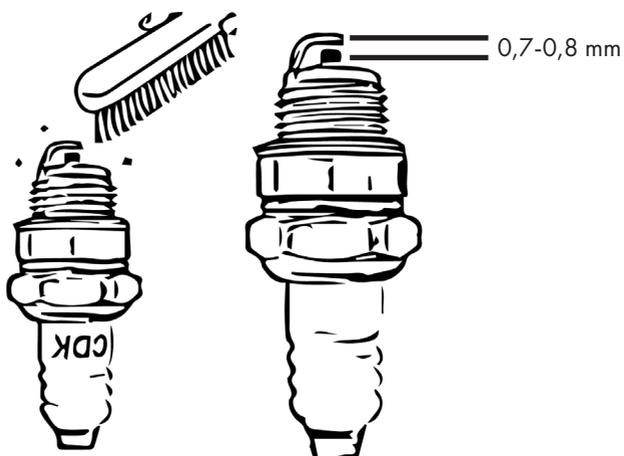

Figure 33
- Réglez l'écartement des électrodes avec une valeur de consigne de 0,7 à 0,8 mm. Voir figure 33.